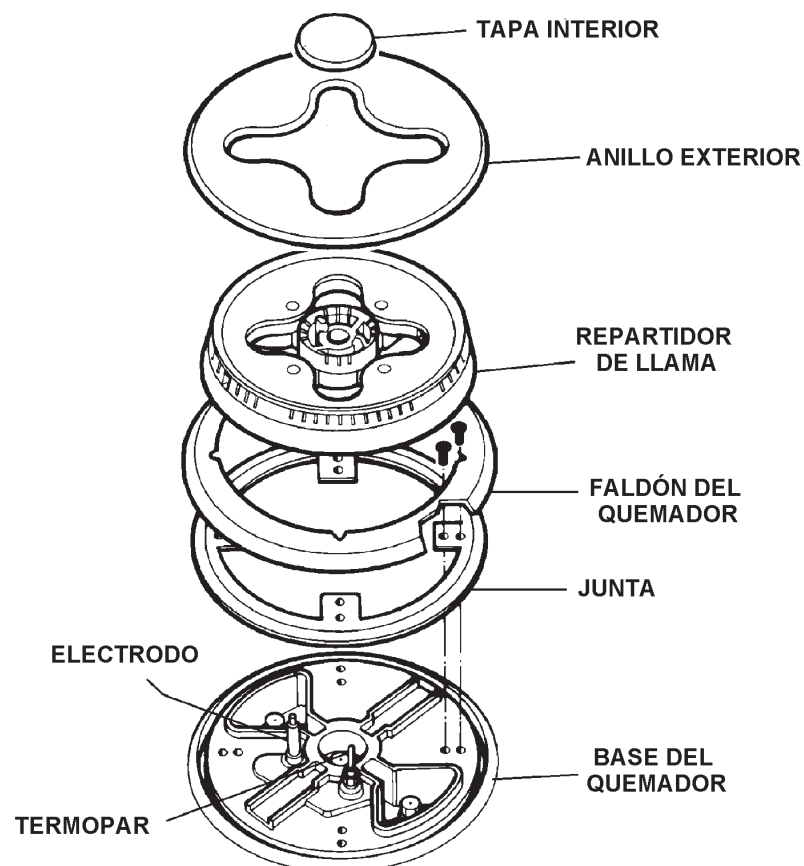

Fig. 7A
- Coloque las tapas de los quemadores en los cuerpos de los quemadores (véanse Figs. 7A, 7B y 7C).